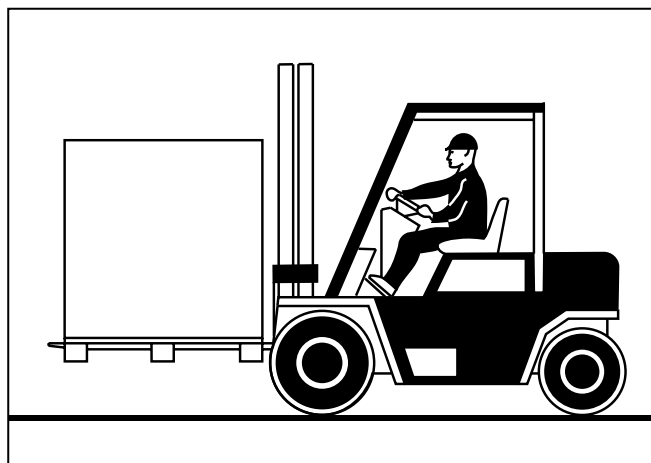

Fig. 5 - Trasporto della macchina in cassa con carrello elevatore
- Se la macchina viene fornita imballata, in scatola pallettizzata, movimentarla con carrello elevatore (Fig. 5).